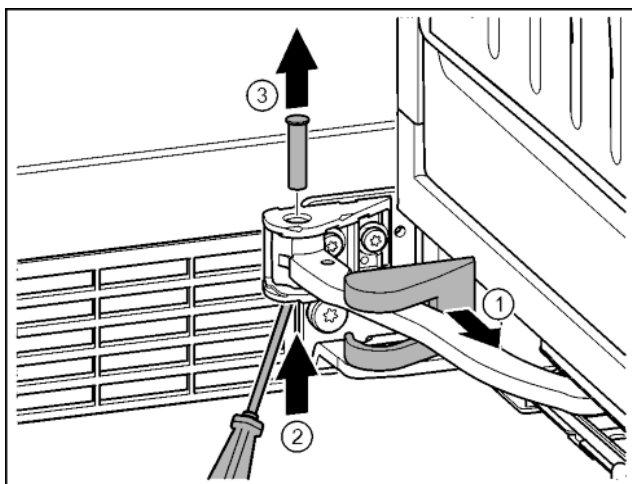

Fig. 19
- Stáhněte kryt stojanu ložiska a posuňte podél kloubu. Fig. 19 (1)
- Čep zespodu nadzvedněte prstem nebo šroubovákem. Fig. 19 (2)
- Šroubovákem zajed'te pod hlavu čepu a vytáhněte. Fig. 19 (3)